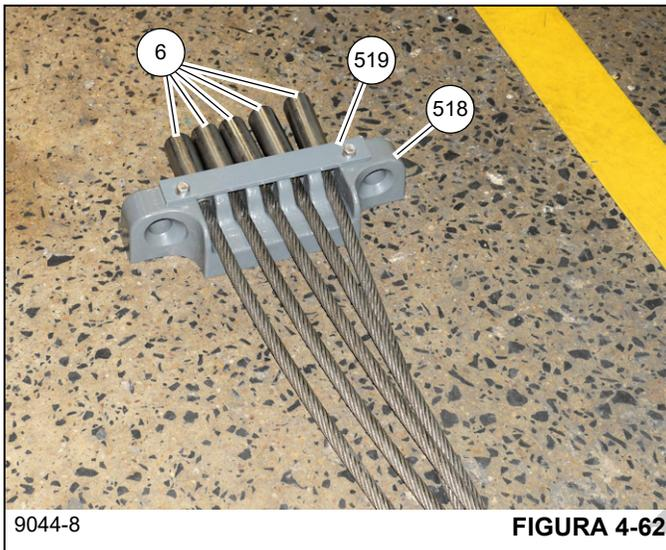

FIGURA 4-62
7. Instale los extremos de los cinco cables de extensión (6) en el retenedor de cable (518) y fije en su lugar con la
placa (519) y dos pernos, arandelas y arandelas de seguridad (537, 531, 530) (vea la Figura 4-62).